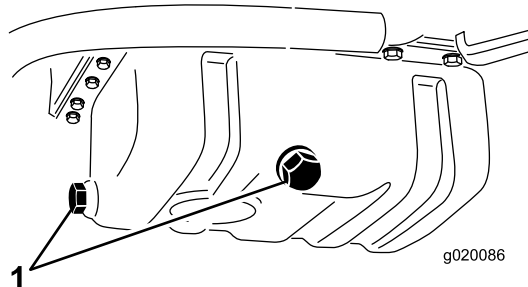

Рисунок 51
2. Снимите любую маслосливную пробку (Рисунок 51) и дайте маслу стечь в сливной поддон. После стекания масла установите маслосливную пробку на место.